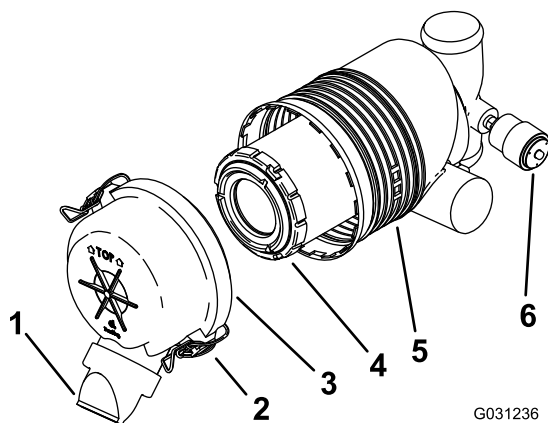

图 32
**重要事项** 仅在维修指示灯显示为红色时才需更换空气滤清器滤芯 图 32。如果是在必须更换之前才更换空气滤清器只会增加灰尘在滤清器拆下时进入发动机的几率。
5. 松开空气滤清器上的搭扣并将空气滤清器盖从其壳体中拉出 图 32。
- 如果维修指示灯清晰可见请安装空气滤清器盖防尘盖朝下并固定门锁图 32。
- 将滤清器轻轻从空气滤清器壳体中滑出图 32。
- 小心安装滤清器图 32。
- 安装空气滤清器盖防尘盖朝下固定门锁图 32。